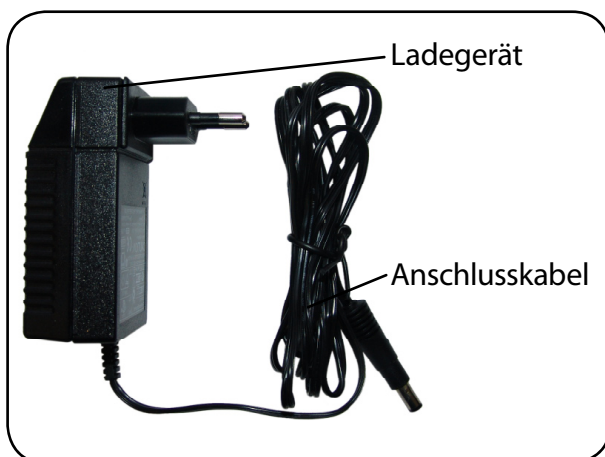

Abb. 8.5.01 - Ladegerät mit Anschlusskabel
3. Stecken Sie das Ladegerät (Abbildung 8.5.01) in eine Netzsteckdose.